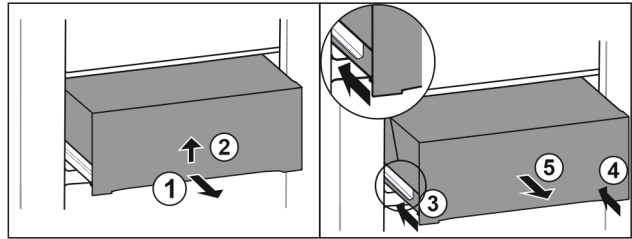

Fig. 32
- ▶ Вытяните выдвижной ящик наполовину. Fig. 32 (1)
- ▶ Поднимите выдвижной ящик за нижнюю часть. Fig. 32 (2)
- ▶ Вставьте левую направляющую. Fig. 32 (3)
- ▶ Вставьте правую направляющую. Fig. 32 (4)
- ▶ Извлеките выдвижной ящик движением вперед. Fig. 32 (5)